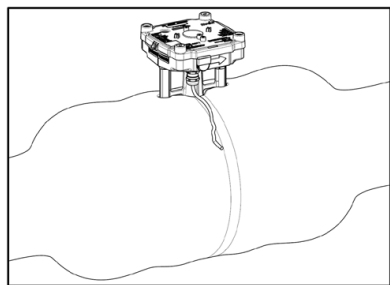

图 1: 积分仪安装位置
- 积分仪铝制的安装条应安装在可以目视的地方，做好隔热处理（见图1图）